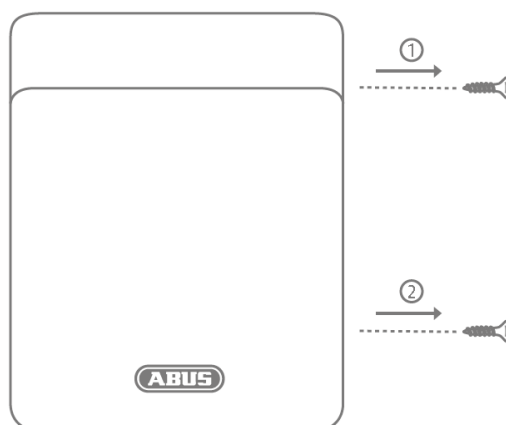

Abbildung 2
- Lösen Sie die Schrauben und öffnen Sie den Deckel (Abbildung 2)